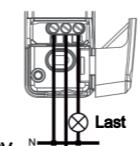

Bild 6
3.4.1 Beachten Sie das Anschlussbild vor sie die Elektrischen Verbindungen herstellen. Falsches Anschließen kann das Gerät zerstören. (Siehe Bild 6).